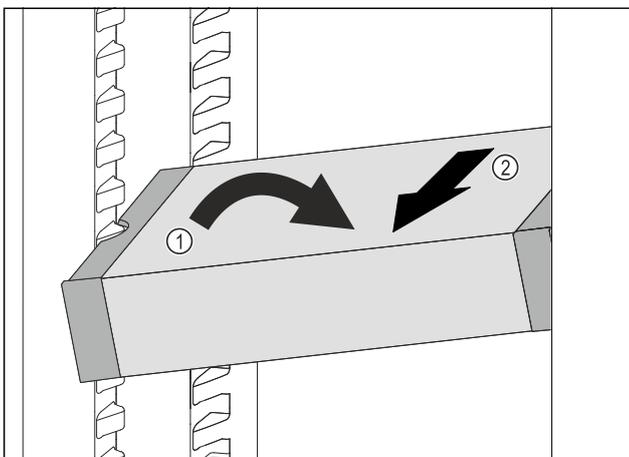

Fig. 112
- ▶ Impostare il vano frigorifero di VarioSafe ad angolo. Fig. 112 (1)
- ▶ Rimuovere VarioSafe tirando in avanti. Fig. 112 (2)